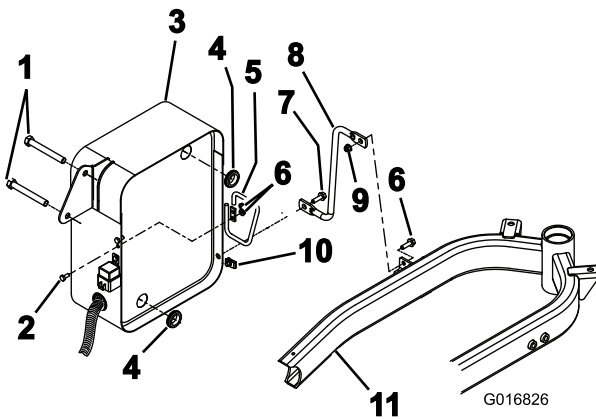

Bild 4
1. Legen Sie die zwei Gummidichtungen hinten auf die Ölkühlerstütze (Bild 4).
3. Montieren Sie die Drahtvorrichtungsstütze und befestigen Sie das obere Ende am Rahmen und das untere Ende mit zwei Sechskantschrauben (5/16 x 1"), einer Bundmutter (5/16") und einer Tinnerman-Mutter an der Zylinderaufnahme (Bild 4).
Hinweis: Bei einem Dreiradantriebskit sollte die Drahtvorrichtungsstütze zwischen die zwei Hydraulikschläuche eingesetzt werden. Befestigen Sie auch eine Schlauchdrahtvorrichtung mit zwei Sechskantschrauben (1/4 x 5/8") und zwei Sechskantbundmuttern (1/4") an der Seite der Ölkühlerstütze, durch die die zwei Schläuche verlaufen (Bild 4).